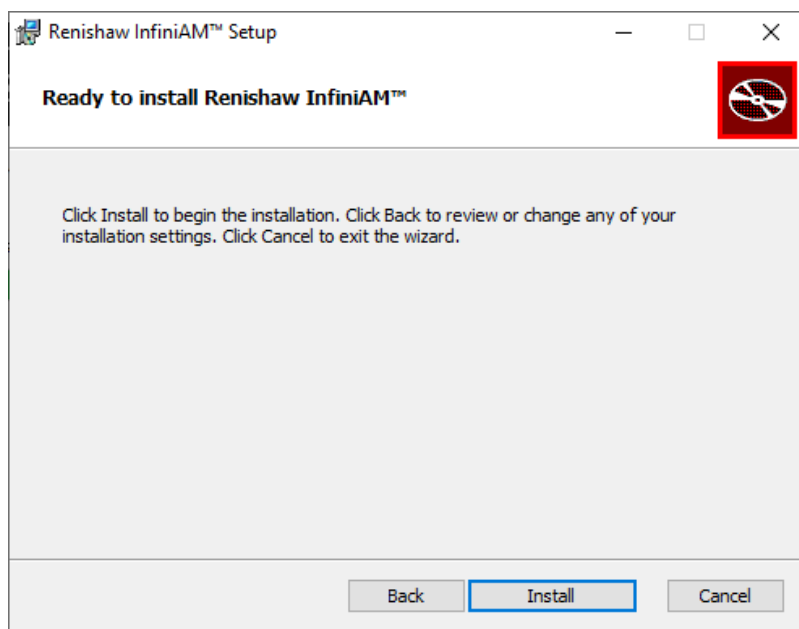

Figure 55 Installation d'InfiniAM de Renishaw
8. Cliquez sur **Next** (Suivant), puis sur **Install** (Installer) (voir la Figure 55).